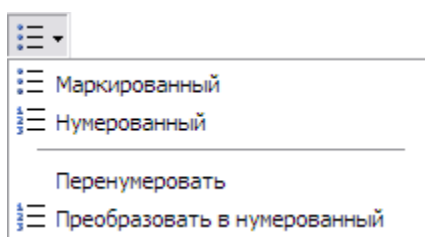
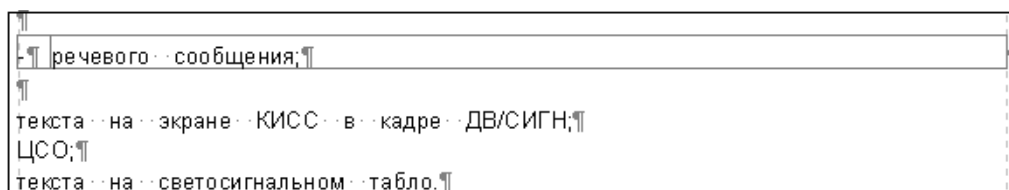

Рис. 5.95
Рис. 5.96
3. Выберите из раскрывшегося списка **Маркированный** (Рис. 5.95). При этом в документе появится строка таблицы, состоящая из двух столбцов (Рис. 5.96). В левом столбце находится маркер (или номер пункта, если выбран нумерованный список). Правый столбец предназначается для ввода текста.
4. Щелкните левой кнопкой мыши в правом столбце и введите или скопируйте туда текст (Рис. 5.96).